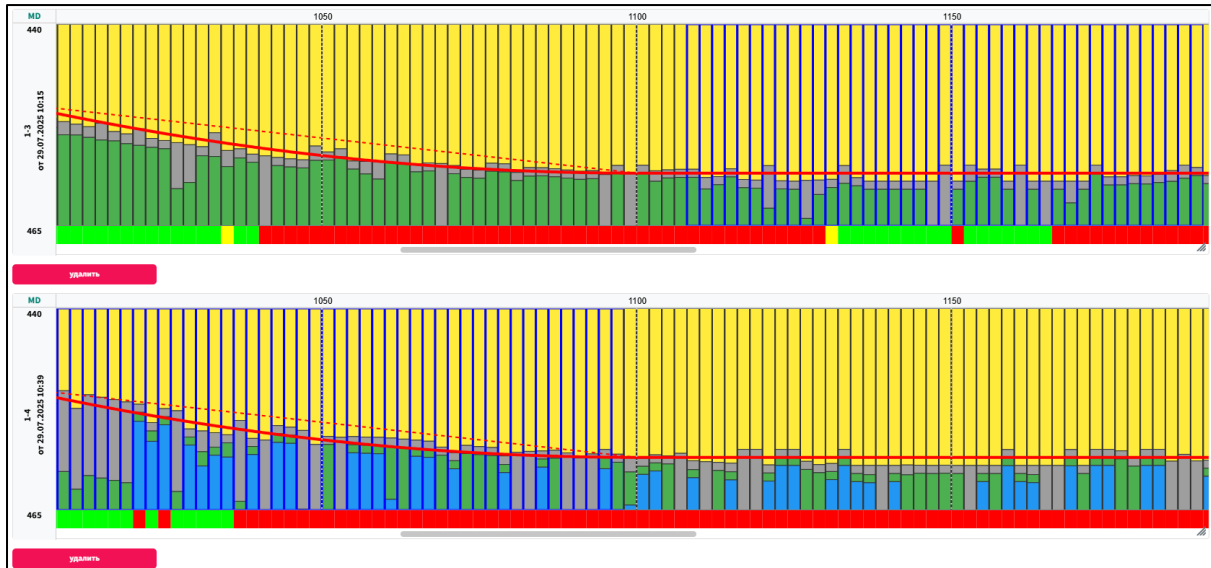

Рис. 10
1. С помощью левой клавиши мыши и удерживая клавишу «Shift» выберите требуемые участки для формирования составных результатов расчёта (рис.10).